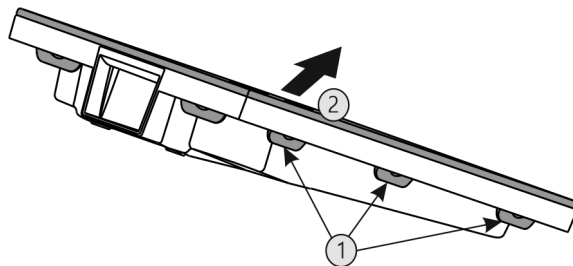

Fig. 61
- Stlačte za sebou všechny západky Fig. 61 (1) a sejměte kryt Fig. 61 (2).